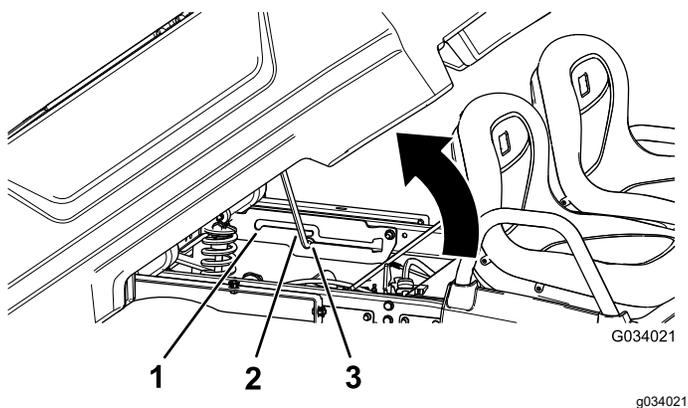

Рисунок 14
2. Введите опорную стойку в паз с фиксацией, удерживающий кузов в положении разгрузки (Рисунок 14).
2. Введите опорную стойку в паз с фиксацией, удерживающий кузов в положении техобслуживания (Рисунок 14).
2. Вытяните опорную стойку из паза с фиксацией (Рисунок 14).